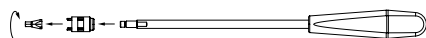

Fig. 1
- Démonter l'instrument de pose de vis de verrouillage avec une clé à fourche SW6, voir Fig. 1.